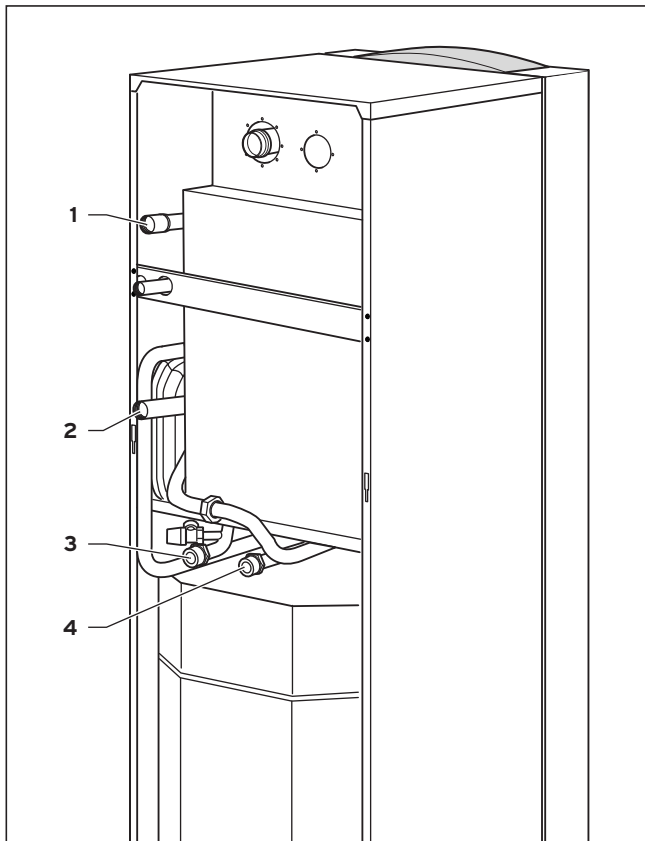

Fig. 4.1 Conexión en el lado de la calefacción
- Instalar la ida (1) y el retorno (2) de la calefacción conforme a los datos de la fig. 4.1.
- Instalar el acumulador conforme a los datos de la fig. 4.1.